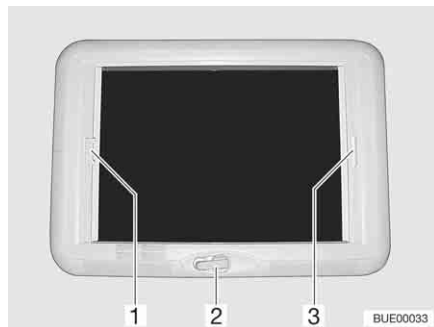

Bild 82 Vevmanövrerad taklucka
**Öppna:** ■ Vrid på handveven (Bild 82,2) tills ett motstånd känns.
**Stänga:** ■ Drag i plisségardinens handtag (Bild 82,3) och släpp i önskad position. Plisségardinen stannar i denna position.
**Stänga:** ■ Drag, med handtaget (Bild 82,1), insektskyddet till plisségardinens handtag (Bild 82,3) på den motsatta sidan, där det hakas i.
**Öppna:** ■ Tryck insektskyddets handtag (Bild 82,1) bakåt, uppåt och haka av insektskyddet från plisségardinen (Bild 82,3).